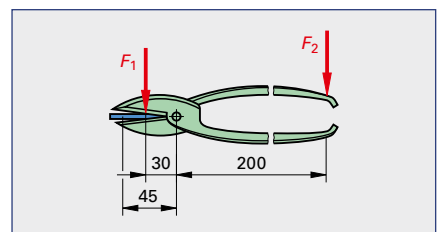

Bild 5
5. Das Bodenblech aus DX51D+Z wird mit der Handblechschere (**Bild 5**) ausgeschnitten. Für die Scherfläche wird  $1 \text{ mm}^2$  angenommen.